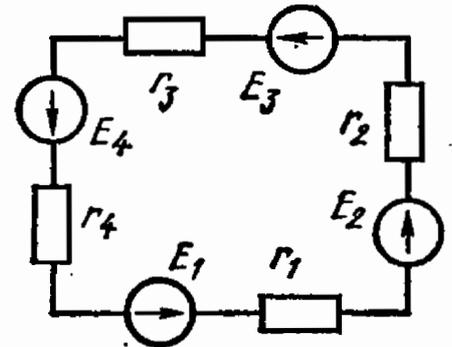

Рис. 1.28
1.28. В цепи схемы рис. 1.28 э. д. с. аккумуляторов и их внутренние сопротивления равны: $E_1=12$ В, $r_1=2$ Ом, $E_2=30$ В, $r_2=2$ Ом, $E_3=7,2$ В, $r_3=1,2$ Ом, $E_4=12$ В, $r_4=1$ Ом.